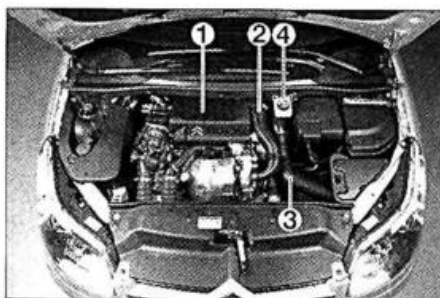

FIG. 33
- la tapa motor (1) (fig. 33)
- los conductos de aire (2) y (3).